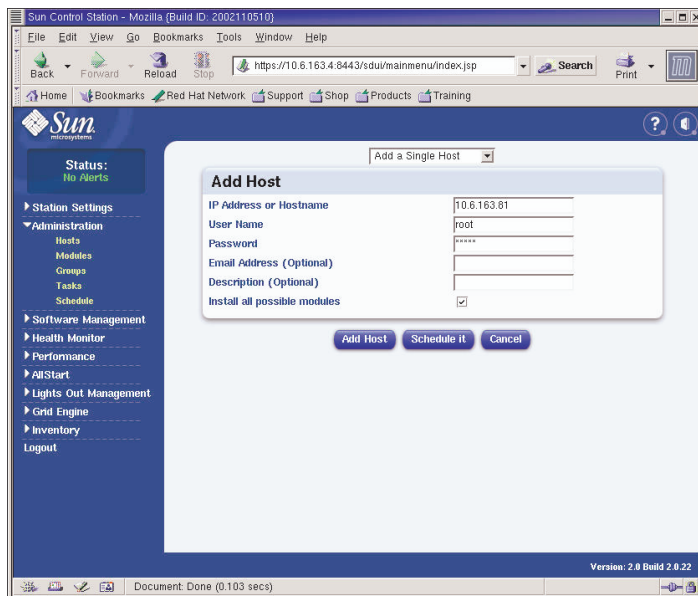

FIGURA 2-26 Finestra Add Host
3. Nella finestra Add Host configurare le impostazioni per il nodo che si desidera definire come host gestito. Per un esempio, vedere la FIGURA 2-26.